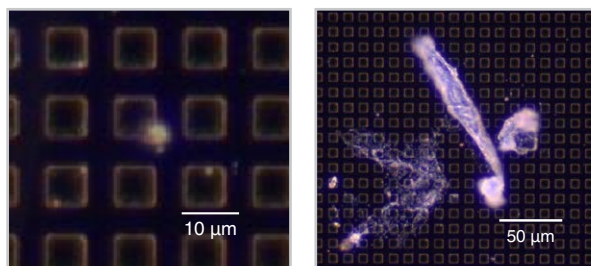

図 2: 解析用に選択された 1,026 個の粒子のうちの 2 個。小さな粒子 (左) のうちの 1 個と大きな粒子 (右)。
3. 当事例では、フィルタ孔を基準とする粒子の大きさに基づいて解析対象粒子を選択した。粒子の最小面積を $4\mu\text{m}^2$ (直径 $2.3\mu\text{m}$) に制限した結果、生成された粒子は、1,026 個となった。最大の粒子 (図 2) は、アスペクト比が繊維状で、長さが $147\mu\text{m}$ であった。